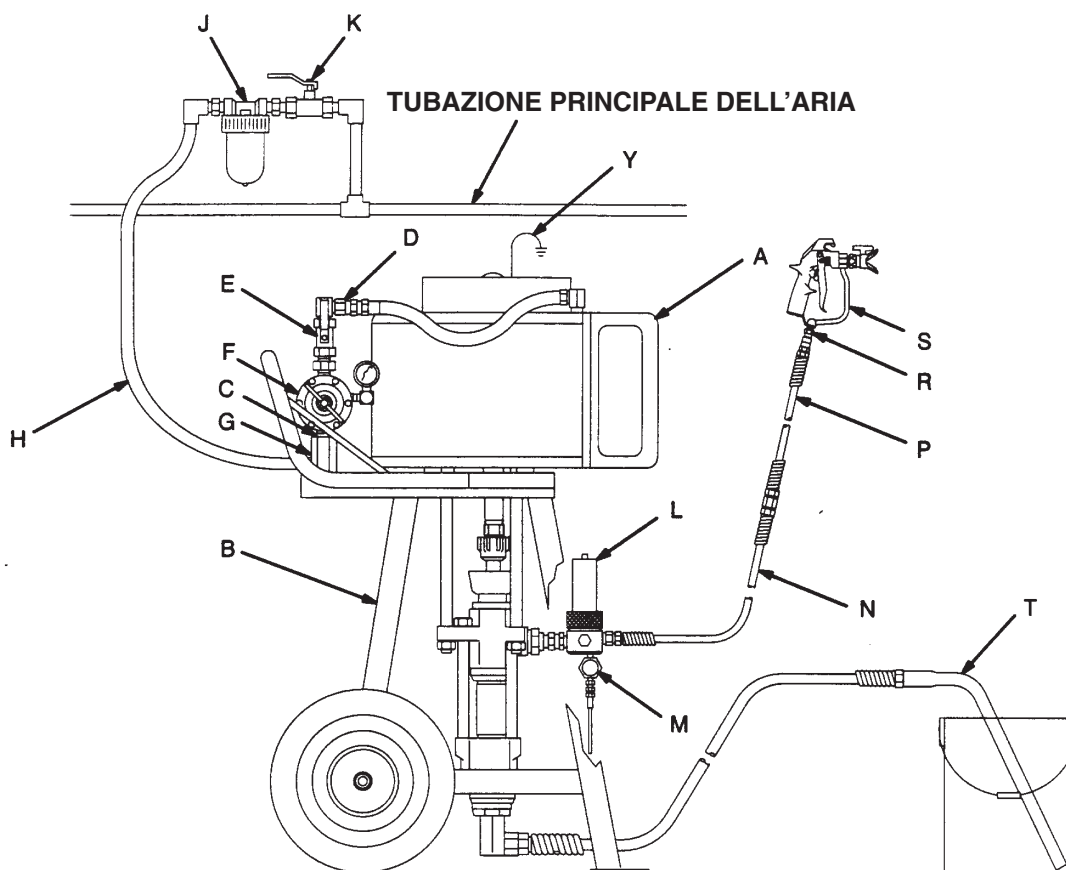

Fig. 2
La fig. 2 ha una finalità puramente orientativa per la scelta e l'installazione degli accessori e dei componenti dell'impianto. Per richiedere l'assistenza alla progettazione di un impianto atto alle Vostre specifiche esigenze, si prega contattare il rappresentante locale Graco o il servizio assistenza tecnica Graco (vedere ultima di copertina).
Montare la pompa (A) in modo idoneo al tipo d'installazione programmato. In fig. 2 è illustrato uno schema d'installazione a carrello. Le dimensioni della pompa e la disposizione dei fori di montaggio sono indicati a pag. 23. Se si utilizza un supporto a pavimento consultare l'apposito manuale per l'installazione ed il funzionamento.
Installare i seguenti accessori nella sequenza indicata nello schema d'installazione indicato in fig. 2 usando, all'occorrenza, i necessari adattatori:
- **Un filtro del fluido (L)** con elemento filtrante a rete da 60 mesh (250 micron) in acciaio inox, che trattiene le particelle dal fluido in uscita dalla pompa. Il filtro è completo di **valvola di scarico del fluido (M)**, necessaria per scaricare la pressione del fluido nel flessibile e nella pistola (vedere l'**AVVERTENZA** nella colonna di sinistra).
- **Una pistola (S)** per l'erogazione del fluido. Nello schema d'installazione di fig. 2 è raffigurata una pistola airless per fluidi di viscosità medio-bassa.
- **Un raccordo orientabile (R)** che consente alla pistola di muoversi liberamente.
- **Un kit di aspirazione (T)** che consente alla pompa di aspirare il fluido da secchi da 19 litri.
1. Fare riferimento allo schema d'installazione di fig. 2 a pag. 6. Collegare il kit d'aspirazione (T) all'attacco d'ingresso del fluido della pompa e mettere il tubo nell'alimentazione del fluido.
2. Accertarsi che il regolatore pneumatico (F) sia chiuso. Quindi aprire la valvola principale dell'aria del tipo a spurgo della pompa (E). Appoggiare saldamente una parte metallica della pistola (S) contro i fianchi d'un secchio metallico collegato a terra e tenere aperto il grilletto. A questo punto aprire lentamente il regolatore pneumatico sino a che la pompa non si avvia.
4. Se la pompa non si adescia regolarmente aprire la valvola di scarico (M). Agire sulla valvola di scarico come se fosse una valvola di adescamento fino a che il fluido non comincia a fuoriuscire dalla valvola. Cfr. fig. 2. Chiudere la valvola di scarico.
**N.B.** Quando vengono sostituiti i contenitori di fluido con il flessibile e la pistola già adescati, aprire la valvola di scarico (M) per coadiuvare l'adescamento della pompa e lo sfiato dell'aria prima che quest'ultima possa penetrare all'interno della pompa. Quanto tutta l'aria è stata eliminata richiudere la valvola di scarico.
7. Non far mai funzionare la pompa a secco. In caso di funzionamento senza fluido pompato la pompa aumenterebbe rapidamente di velocità, col rischio di subire danni. E' disponibile tra gli accessori una valvola di sovravelocità della pompa (C), che interrompe l'alimentazione dell'aria alla pompa in caso d'accelerazione eccessiva di quest'ultima. Vedere lo schema d'installazione di fig. 2 a pag. 6. Se la pompa accelera rapidamente o gira troppo velocemente occorre fermarla immediatamente e controllare l'alimentazione. Se il contenitore d'alimentazione è vuoto ed è stata pompata aria nell'impianto, riempire il contenitore e adescare la pompa e l'impianto col fluido, o flussare con un idoneo solvente senza scaricarlo. Accertarsi d'aver spurgato tutta l'aria dall'impianto.